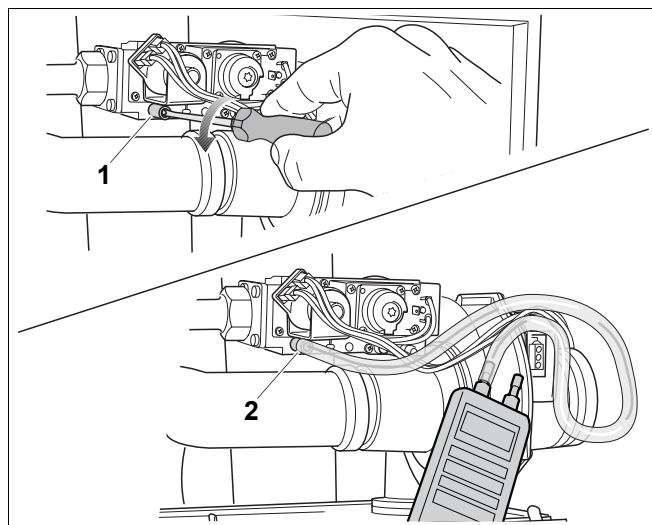

Fig. 80 Măsurăți presiunea de racordare la gaz
- Desfaceți șurubul de strângere de la niplul de verificare pentru presiunea de racordare la gaz și aerisire rotindu-l de două ori (Fig. 80, **Poz. 1**).
- Fixați furtunul de măsurare al aparatului de măsurat presiunea pe borna pozitivă a niplului de verificare (Fig. 80, **Poz. 2**).